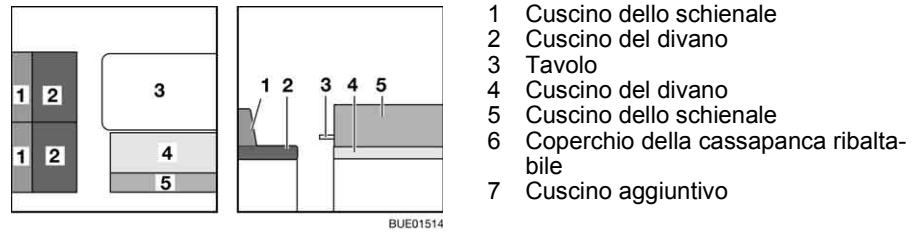

Fig. 137 Prima della trasformazione
- Trasformare il tavolo (Fig. 137,3) in struttura di supporto letto (vedi paragrafo 6.11).
- Rimuovere e riporre i cuscini dello schienale (Fig. 137,1 e Fig. 137,5) e i cuscini del divano (Fig. 137,2).